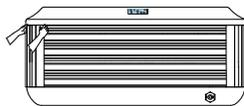
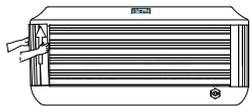

Figura 1
Figura 2
1. Tome uno de los paneles de las esquinas, desde la parte superior, donde toca el caparazón. Luego tire suavemente del panel hacia adelante para soltarlo de los clips de sujeción, Figura 1. Incline el panel hacia adelante y luego levántelo para quitarlo, Figura 2. Coloque el panel en un lugar seguro para evitar que se dañe. Repita los pasos para quitar el otro panel de esquina.